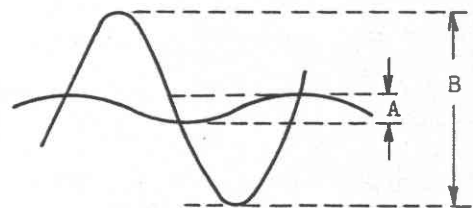

図 7
⑪パイロット信号は「OFF」にします。
- (3) ⑩ OUTPUT MODEの「L」スイッチを押し、⑬ MPX OUTPUT端子の信号波形をオシロスコープで観測します。(図7)
- (4) 次式によりセパレーションを算出します。